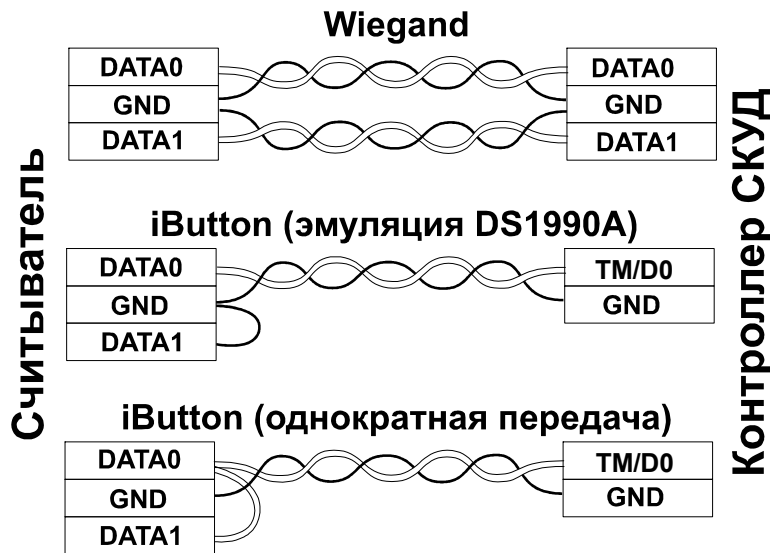

Рис. 2 Подключение считывателя к контроллеру
- 2) Соедините провода считывателя в соответствии с Таблицей 1 и Рис. 2.
- 6) Подключите контроллер (см. Рис.2).
6) Подключите контроллер (см. Рис.2).
Интерфейса подключения считывателя к контроллеру можно настроить вне зависимости от режима (защищённый/незащищённый). Исходно активен протокол передачи данных Wiegand-26. Выбор протокола iButton (Dallas Toch Memory) осуществляется замыканием проводов DATA1 (белый) на GND (чёрный) (см. Рис.2). Передача iButton (Dallas Toch Memory) осуществляется по DATA0 (зеленый).